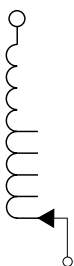

Рис. 27. Одна фаза (E)
- однофазного подключения (см. рис. 27);